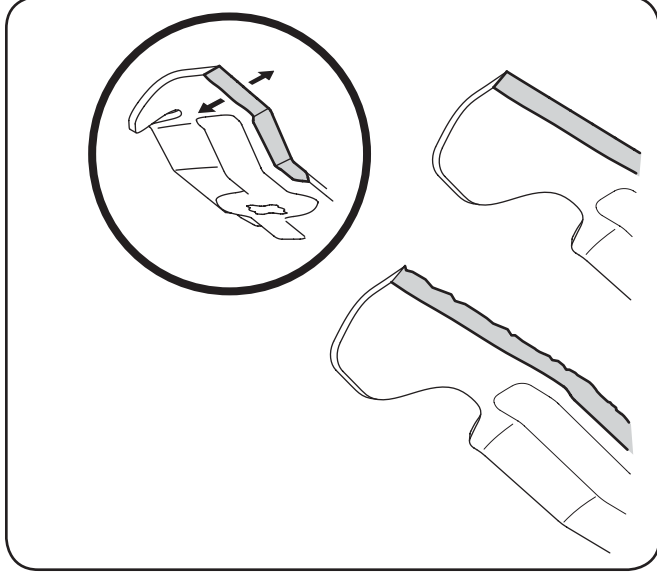

**Figure 7-5**
2. Placez une cale de bois entre le déflecteur au milieu du plateau et la lame pour faciliter le desserrage de l'écrou à six pans qui retient la lame. Voir la Figure 7-5.
3. Retirer l'écrou à bride à six pans qui maintient la lame sur la base de la fusée. Voir la Figure 7-5.